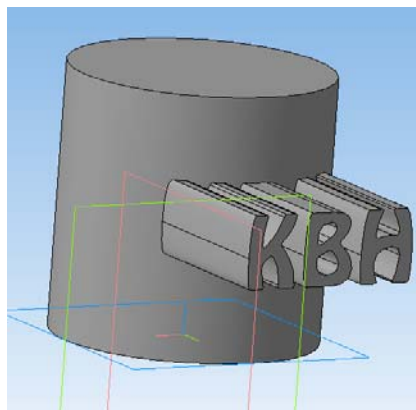

Рис. 24
2. Выполним выдавливание полученного эскиза от рабочей плоскости на такое расстояние, чтобы текст достаточно сильно выступал за пределы цилиндрической поверхности (рис. 24).